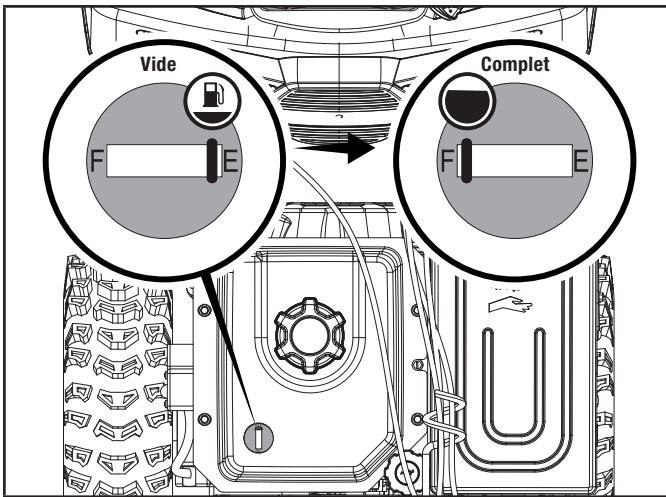

Figure 9
3. Le niveau de carburant approximatif est indiqué sur la jauge à carburant située en haut du réservoir. Essuyez l'essence renversée avant de démarrer la souffleuse à neige. Capacité du réservoir d'essence : 5,8 L (1,5 gal). (figure 9)